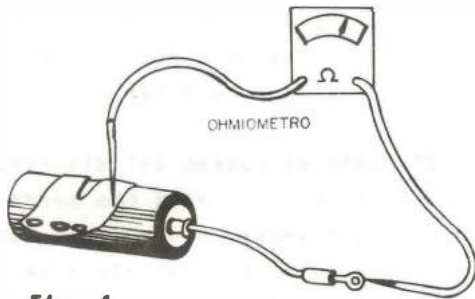

Fig. 4
b. Pruebe el condensador con un ohmímetro, conectando una punta del instrumento al terminal y la otra al cuerpo del condensador. (Fig. 4).